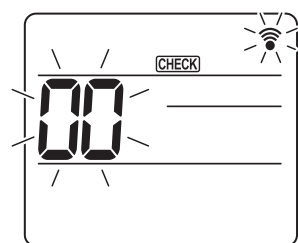
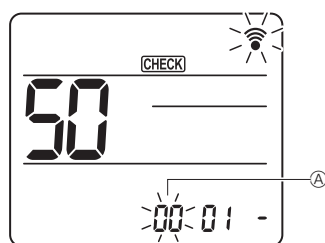
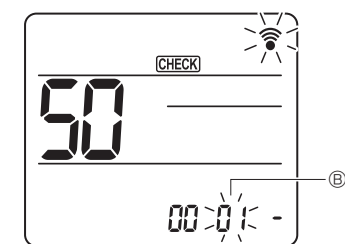
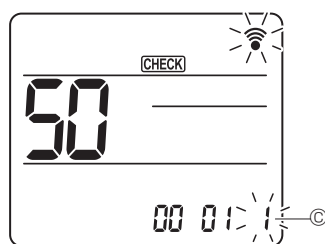

Fig. 7-16
Fig. 7-17
Fig. 7-18
Fig. 7-19
### 7.4.2. Voor draadloze afstandsbediening (Fig. 7-16, Fig. 7-17, Fig. 7-18, Fig. 7-19)
[CHECK] wordt verlicht en "00" knippert. (Fig. 7-16)
② Stel het unitnummer in
Druk op de toets [DOWN] om het unitnummer ① in te stellen. (Fig. 7-17)
③ Kies een modus
Druk op de toets [DOWN] om het modusnummer ② in te stellen. (Fig. 7-18)
④ Kies het instellingsnummer
Wijzig het instellingsnummer ③ met de toets [DOWN]. (Fig. 7-19)